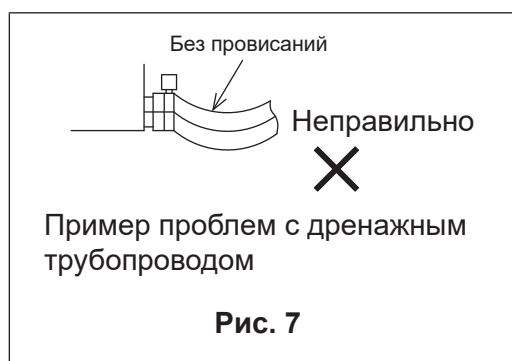

Рис. 7
- Не допускайте провисаний дренажного шланга (4) внутри блока BS. (См. рис. 7.)